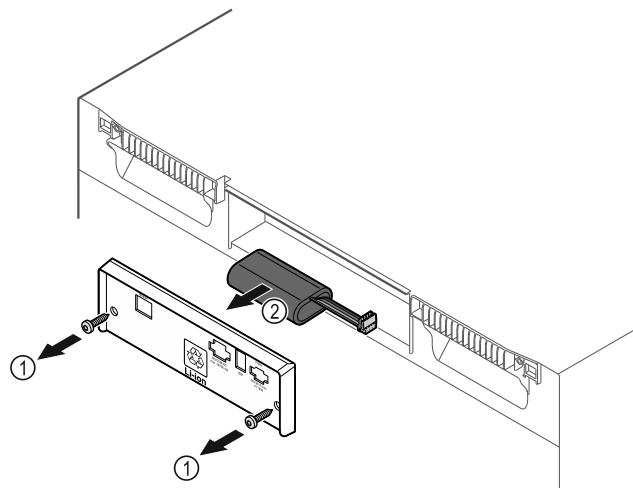

Fig. 229
- ▶ Odvijte vijake in odstranite pokrov na zadnji strani naprave Fig. 229 (1).
- ▶ Snemite in odstranite baterijo Fig. 229 (2).